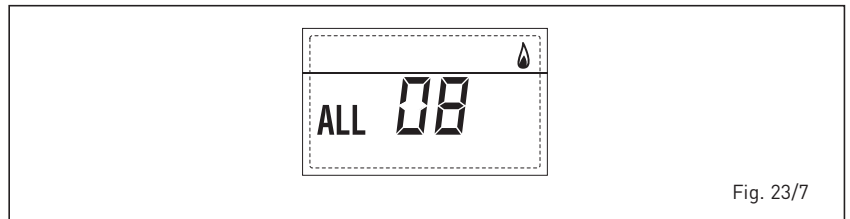

Fig. 23/7
- **WATER CIRCULATION ERROR ALARM 09 (fig. 23/8)**